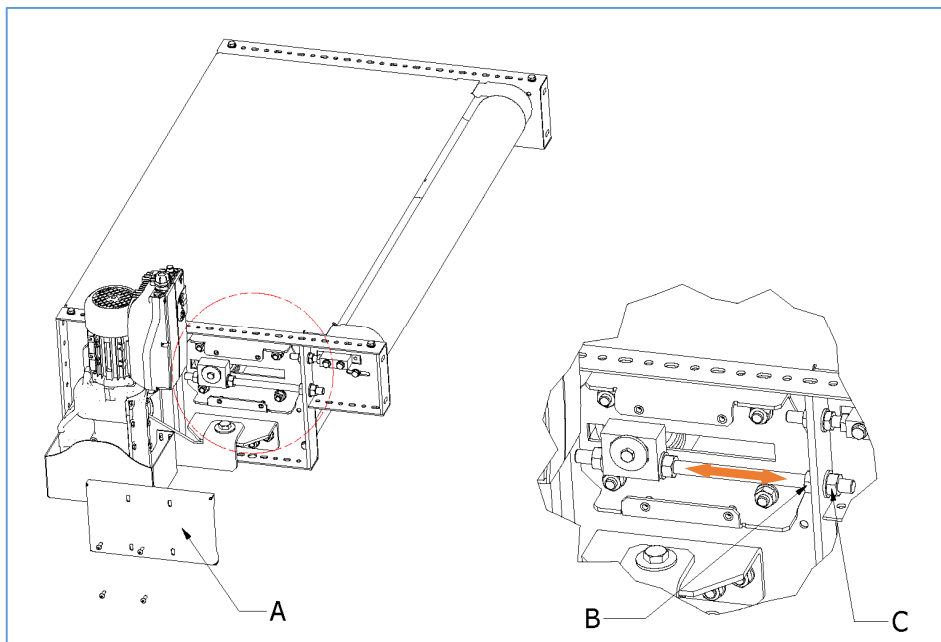
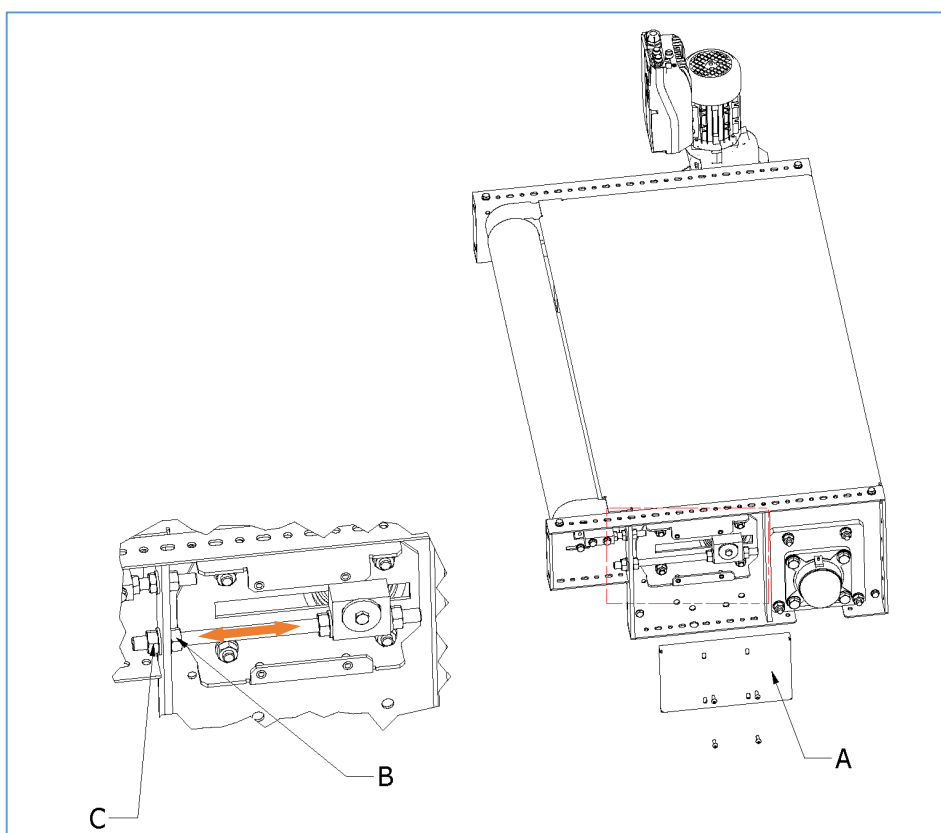

Figura 67 – elementi di tensionamento.
Figura 68 - elementi di tensionamento.
- 3) Allentare i controdadi indicati dalla lettera "B" in Figura 67 e Figura 68;
- 5) Per tensionare il tappeto, agire sulla vite di tiraggio indicata con "C" nelle Figura 67 e Figura 68; agire simmetricamente su entrambi i lati del trasportatore;
- 10) Stringere i controdadi indicati dalla lettera "B" in Figura 67 e Figura 68, bloccando la posizione del rullo;